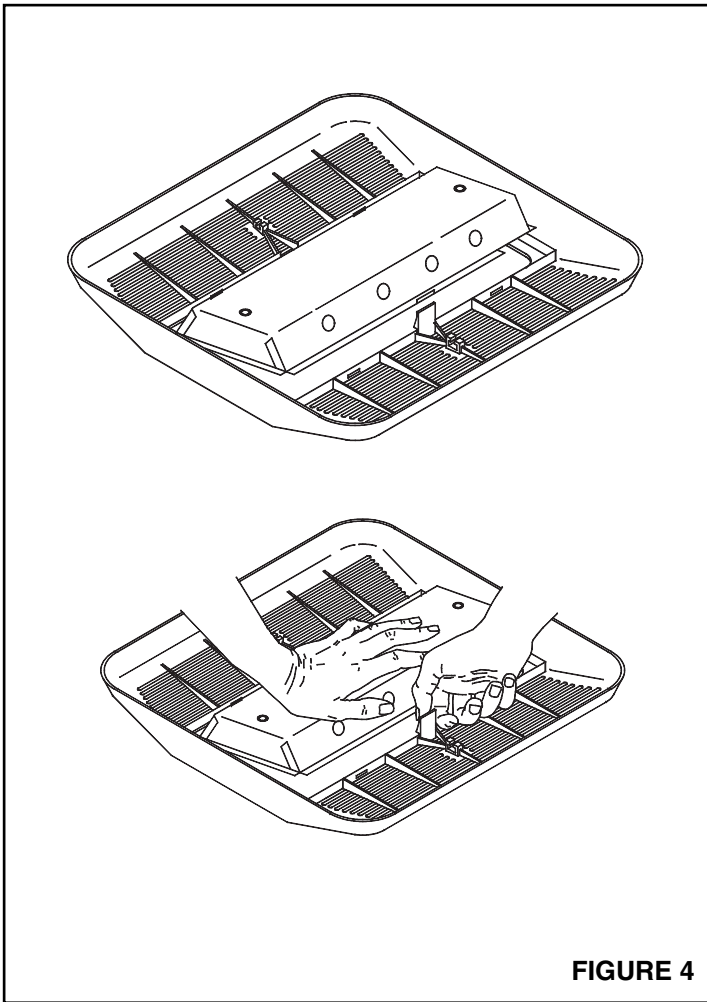

FIGURE 4
1. **Voir Figure 4.** Ouvrez les réflecteurs à l'arrière de la grille en appuyant sur le dispositif de verrouillage et soulevez-le loquet du réflecteur. Installez un ampoule incandescente de type A de 100 Watts maximum. Nota: la réflecteur maintient le diffuseur de verre en place. Veillez à ce que le diffuseur ne tombe pas de la grille. Fermez le réflecteur et remettez-le en place.
2. **Voir figure 4.** Ouvrez le réflecteur à l'arrière de la grille en appuyant sur le dispositif de verrouillage et soulevez le réflecteur. Nota: Le réflecteur maintient le diffuseur de verre en place. Veillez à ce que le diffuseur ne tombe pas de la grille. Fermez le réflecteur et remettez-le en place. Remplacez l'ampoule avec une ampoule de type A de 100 Watts maximum. Fermez le socle et remettez-le dans sa position initiale.